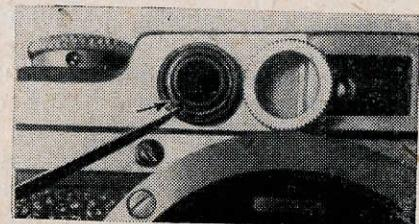

Рис. 89. Смещение оправы клина
**Исправление дальномера при помощи линзы-клина** производится следующим образом. Наводится дальномер фотоаппарата на  $\infty$  и проверяется, нет ли смещения в показаниях дальномера по вертикали. При наличии двоения изображения необходимо отвернуть декоративное кольцо (рис. 89). Для этого надо изготовить алюминиевый хомутик, который будет обхватывать декоративное кольцо по всей окружности. Надев такой хомутик на декоративное кольцо и ухватив плоскогубцами ушки хомутика, свинчивают кольцо, обнаруживая тем самым оправу клина со шлицами для вращения. (Обычно такие кольца и оправки дальномера ввинчиваются при помощи специальных щипцов с медными губками.) Вставив в шлицы кончики гнутоого пинцета или специально изготовленный для этой цели ключ, поворачивают оправу клина по мере совмещения изображения в дальномере. За резуль-